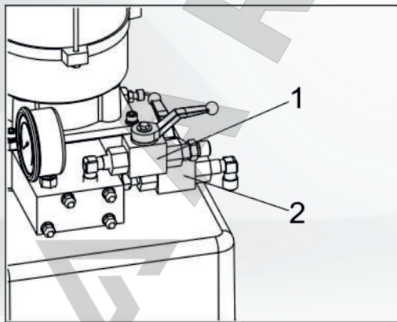

Рисунок 7.3
- Откройте вентиль (обычно открыт) (рисунок 7.3 - 1);
- Закройте вентиль (обычно закрыт) (рисунок 7.3 - 2);
- Закройте вентиль (обычно открыт) (рисунок 7.3 - 1)
- Откройте вентиль (обычно закрыт) (рисунок 7.3 - 2);